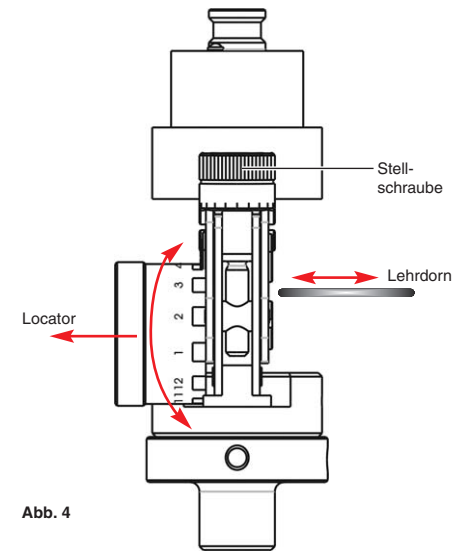

Abb. 4
- Lehrdorn zwischen die Crimpdorne einführen; dabei gilt: Der Lehrdorn muss sich ohne Spiel zwischen den Crimpdornen bewegen lassen (Abb. 4).
- Kontaktaufnahme (Locator) durch seitliches Anheben und Verdrehen in die gewünschte Position bringen (Abb. 4).